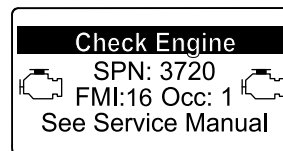

Figura 54
- Advertencia del motor SPN 3720, FMI 16 (Figura 54)